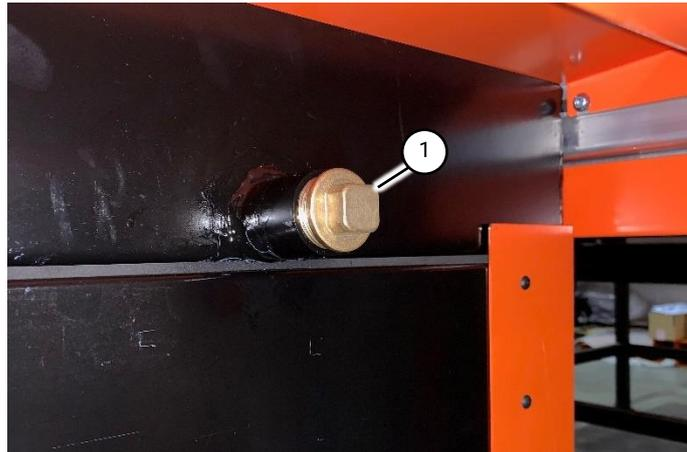

Abb. 22. Wasserbehälter-Ablassschraube
1. Vor dem Befüllen des Wasserbehälters ist darauf zu achten, dass die Ablassschraube auf der Rückseite des Tisches geschlossen ist (Abb. 22 (1)).